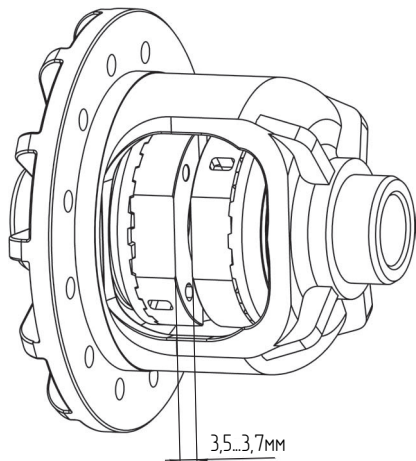

Рис. 4
14. Используя набор плоских щупов, измерьте зазор между муфтами как показано на **Рис. 4**. Зазор должен составлять от 3,5 до 3,7 мм.